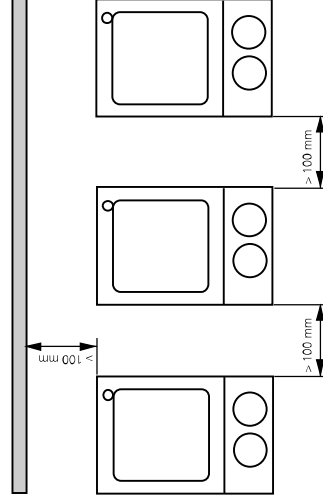

Fig. 2
- Respectez les écarts minimum (comme dans des Fig. 2 représentés) entre les appareils, entre l'appareil et le mur au-dessus de la structure (800mm au moins).